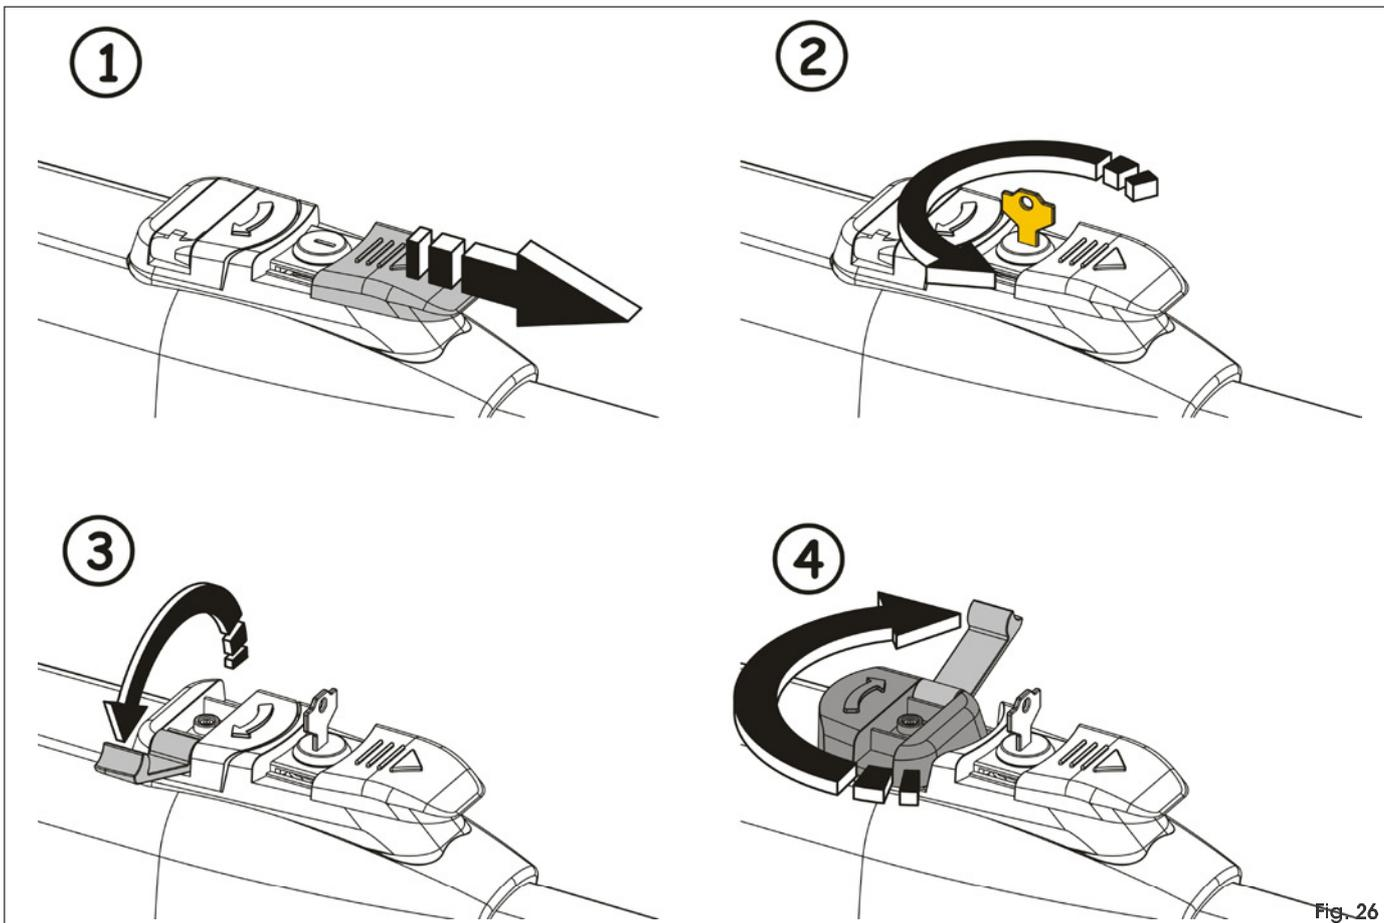

Fig.26
2. Far scorrere il cappuccio protettivo, Fig.26 - ①.
3. Inserire la chiave e ruotarla di 90°, Fig.26 - ②.
4. Sollevare la leva di manovra, Fig.26 - ③.
5. Per sbloccare l'operatore ruotare di 180° la leva di manovra nella direzione della freccia presente sul sistema di sblocco, Fig.26 - ④.